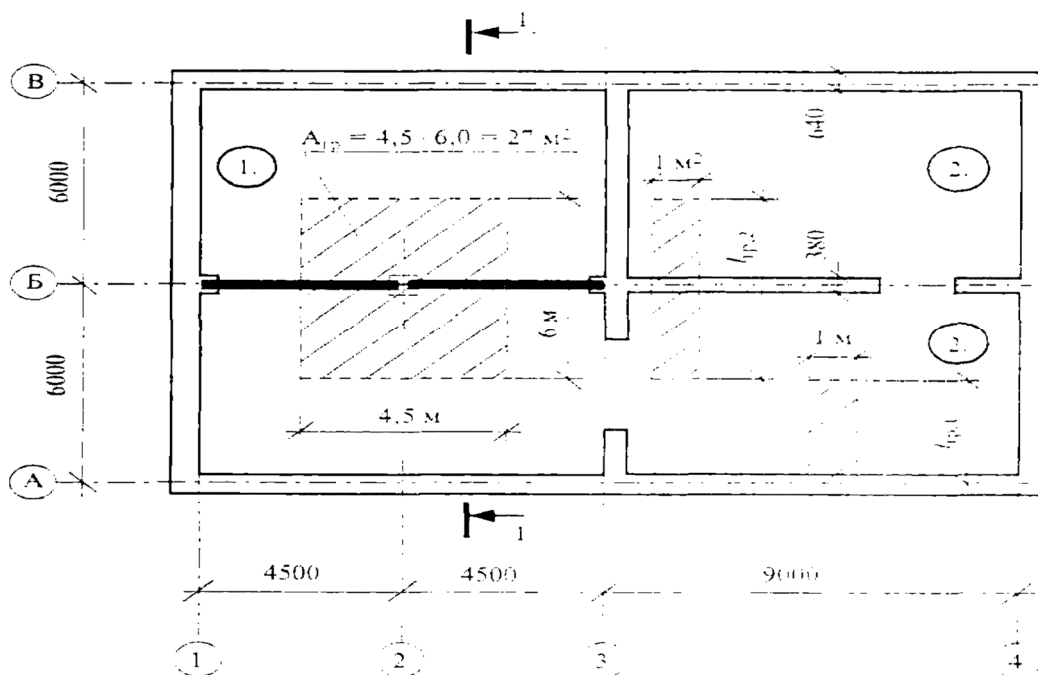

Рис. 1
**Пример 7.** Произвести сбор нагрузок на низ кирпичной колонны сечением  $b_c \times b_c = 380 \times 380 \text{ мм}$  в осях Б-2. Здание двухэтажное (см. рис. 1 и 2); первый и второй этажи идентичны по составам помещений: в осях 1-3 торговые залы, в осях 3-4 административные и бытовые помещения; пол первого этажа выполнен по грунту; район строительства г. Казань (IV снеговой район).